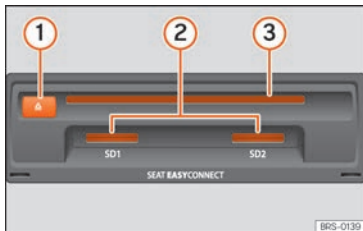

Fig. 213 Logements pour support de données dans la boîte à gants.
- Insérez le CD ou le DVD dans le logement de DVD » » **fig. 213** **3** jusqu'à ce qu'il soit automatiquement avalé.
vers le haut (contacts vers le bas) dans le logement » » **fig. 213** **2** ou » » **fig. 188** **9** jusqu'à ce qu'elle s'encastre.